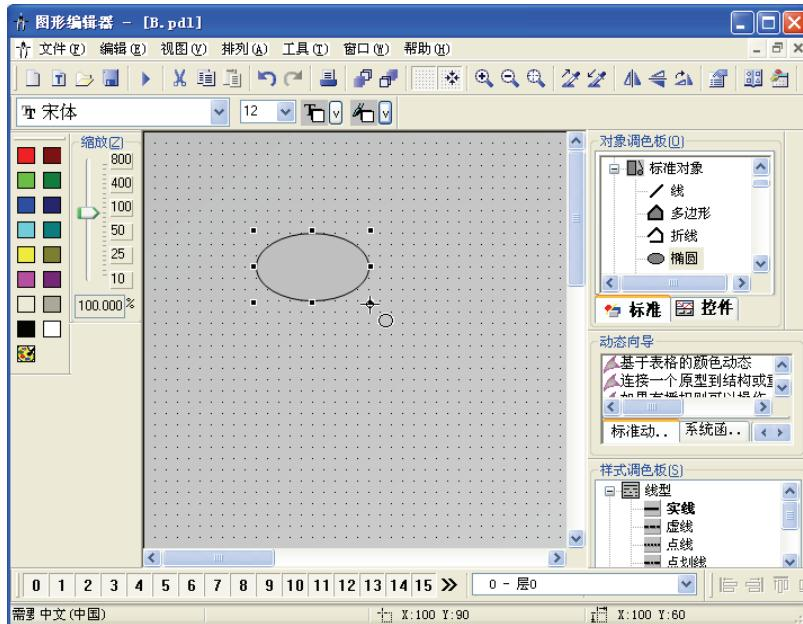

图 5-13 “窗口和管对象”窗口（2）
- 3) 按住鼠标的左键不放，拖动鼠标，便可拖出椭圆，如图 5-13 所示。